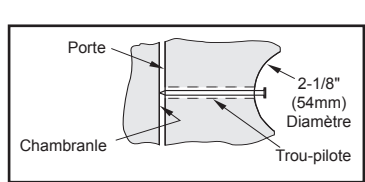

Figure 2.
- a. Percer des trous-pilotes de 1/8" (3mm): Percer des trous-pilotes en travers aux emplacements situés à 2-1/8" (54mm) du centre et de 2" (51mm) de profondeur aux emplacements du bord de la porte. b. Percer chaque trou de diamètre 2-1/8" (54mm) jusqu'au milieu de l'épaisseur de la porte environ, puis finir le perçage de l'autre côté pour éviter l'éclatement du bois. c. Marquer l'emplacement du trou de la gâche sur le chambrane de la porte en fermant la porte et en poussant un clou ordinaire de 2" (51mm) de l'intérieur du trou de 2-1/8" (54mm) à travers le trou-pilote jusqu'à ce que le clou fasse une marque sur le chambrane de la porte. (Voir fig. 2). d. Percer les trous de 1" (25mm) de diamètre dans le bord de la porte. e. Percer les trous de 1" (25mm) de diamètre dans le chambrane de la porte sur une profondeur minimale de 1" (25mm) pour la gâche de pêne dormant et de 5/8" (16mm) pour la gâche de serrure. f. Percer le trou ou trou-pilote pour le bas de la poignée: Sur une porte en bois, percer un trou-pilote de 9/64" (3,6mm) de diamètre et de 1" (25mm) de profondeur. Sur une porte métallique, percer un trou de 1/4" (6,3mm) de diamètre à travers la porte. g. Tracer la tête des verrous dans le bord de la porte et découper les surfaces avec un ciseau à bois sur une profondeur de 5/32" (4 mm). Il n'est pas nécessaire de faire de découpe pour les verrous à tête ronde (à enfoncer). h. Pour les chambranes en bois, centrer chaque gâche au-dessus du trou approprié dans le chambrane, tracer l'emplacement et mortaiser 1/16" (1,6mm) de profondeur pour gâche inférieure et 5/64" (2mm) de profondeur pour gâche supérieure. Ajuster les profondeurs si des boîtiers ont été commandés. i. Placer les gâches sur le chambrane et marquer les centres des trous de vis. Percer (2) des trous-pilotes de vis d'un diamètre de 1/8" (3mm) et d'une profondeur minimale de 1-1/2" (38mm) pour la gâche de serrure. Percer (4) des trous-pilotes de vis d'un diamètre de 9/64" (3,6mm) et d'une profondeur minimale de 2-1/2" (64mm) pour la gâche de pêne dormant. j. Continuer ensuite aux étapes A à I des INSTRUCTIONS D'INSTALLATION au verso.